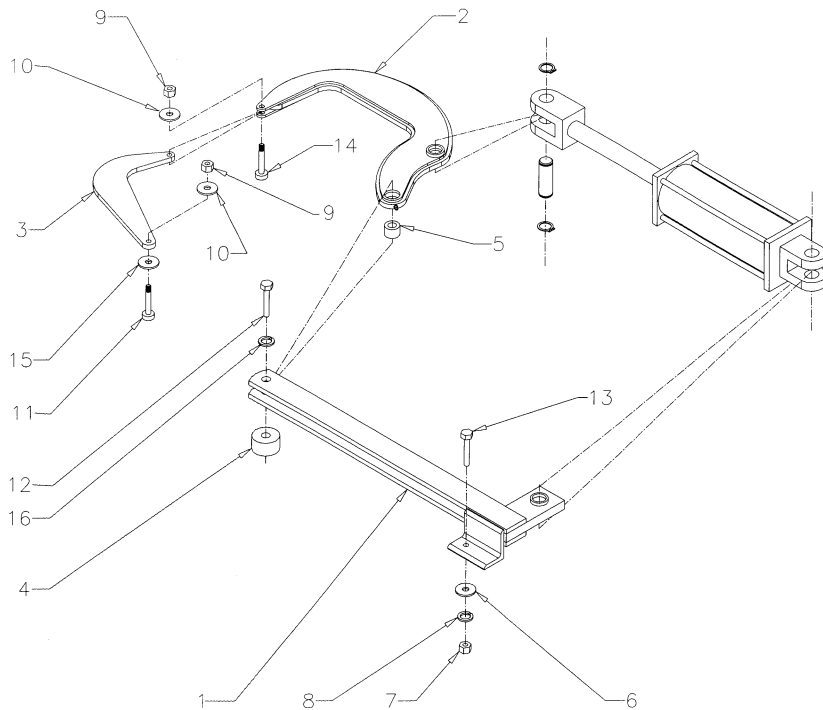

Figure 6
4. Retirez le boulon hex. 5/8"NC x 1 1/4" qui tient l'attache supérieure trois points de la souffleuse. Fixez le support de cylindre (fig.6, item 1) sur le bâti au trou de 13/32"Ø avec un boulon hex. 3/8"NC x 1" (fig.6, item 13), une rondelle plate (trou 7/16"Ø), une rondelle de blocage et un écrou (fig. 6, items 6-7-8).
5. Fixez le basculeur (fig.6, item 2) sur le bâti en glissant la cale de pivot (fig.6, item 4) sous le support du cylindre vis-à-vis le trou 11/16"Ø. Insérez le coussinet de rotation (fig.6, item 5) dans le trou 1 1/8"Ø du basculeur et glissez celui-ci entre les fers plats du support de cylindre. Serrez à l'aide d'un boulon hex. 5/8"NC x 3 1/2" (fig.6, item 12) et d'une rondelle de blocage (fig.6, item 16).
6. Fixez le tirant de rotation (fig.6, item 3) en le glissant entre les plaques du basculeur, en graissant généreusement.
7. Insérez une vis à épaulement 3/8" x 3/4"NC (fig.6, item 14) par dessous et serrez avec une rondelle plate (trou 3/8"Ø) (fig.6, item 10) et un écrou stover 5/16"NC (fig.6, item 9), en s'assurant que le tirant pivote sans trop d'effort.
8. Fixez l'autre extrémité du tirant en la glissant entre les fers plats soudés sur la base de la chute. Glissez une rondelle plate de nylon (trou 7/16"Ø) (fig.6, item 15) sous le tirant. Serrez avec une rondelle plate 3/8"Ø de trou (fig.6, item 10) et un écrou stover 5/16"NC (fig.6, item 9), en s'assurant que le mécanisme pivote sans trop d'effort.